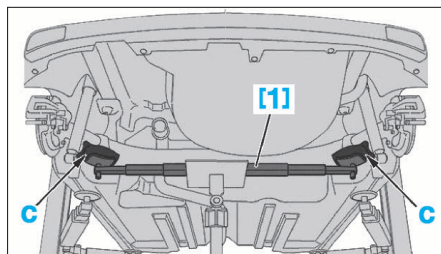

FIG. 48
- Positionner la traverse de train arrière à l'horizontale, à l'aide de l'outil de levage [1] (prendre appui sous les coupelles de ressort de suspension en "C") (Fig.48).